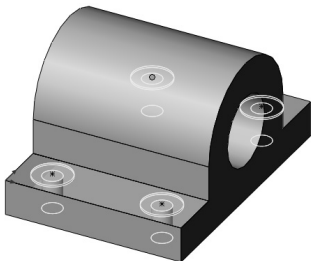

图 4-65 预览异形孔
- [4] 选择“位置”选项卡，在平面找出异形孔向导孔。预览异形孔，如图 4-65 示。